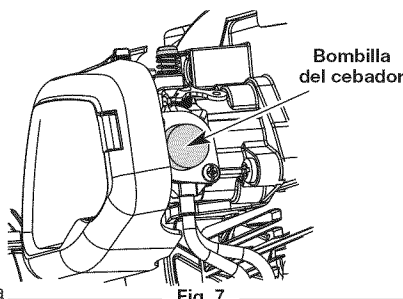

Fig. 7
3. Oprima completamente el cebador y suéltelo 10 veces. Hágalo lentamente. Se deberá ver un poco de combustible en el cebador y en las tuberías de alimentación de combustible (Fig. 7). Si no puede ver el combustible en el cebador, oprímalo y suéltelo tantas veces como sea necesario hasta que vea combustible en el mismo.